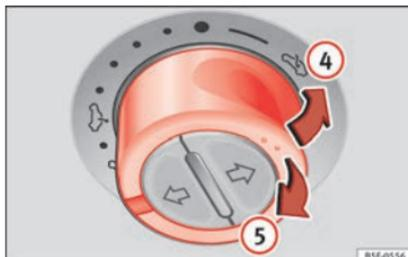

Fig. 14 Dans le ciel de pavillon : appuyer sur la commande et tirez-la pour lever et baisser le toit.
- Pivotement : poussez la commande en position » **fig. 14 4**. Pour obtenir une position intermédiaire, maintenez la commande enfoncée jusqu'à parvenir à la position souhaitée.
- Abaissement : tirez la commande vers la position » **fig. 14 5**. Pour obtenir une position intermédiaire, maintenez la commande enfoncée jusqu'à parvenir à la position souhaitée.